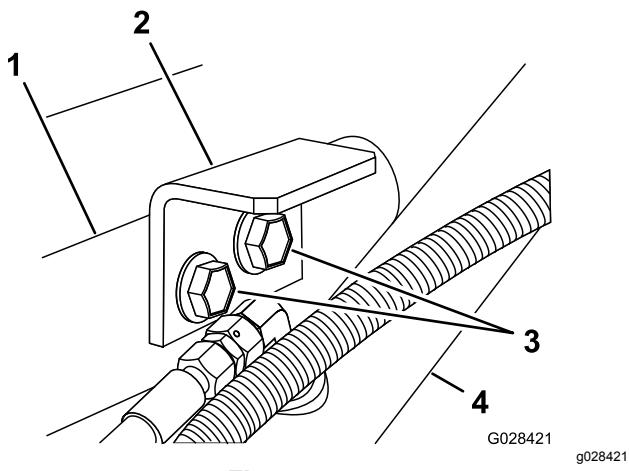

Figura 7
- Montate le staffe di fissaggio sulla staffa di supporto e il telaio utilizzando i 2 bulloni a testa flangiata e dadi di bloccaggio flangiati che avete rimosso al passaggio 1 (Figura 7).